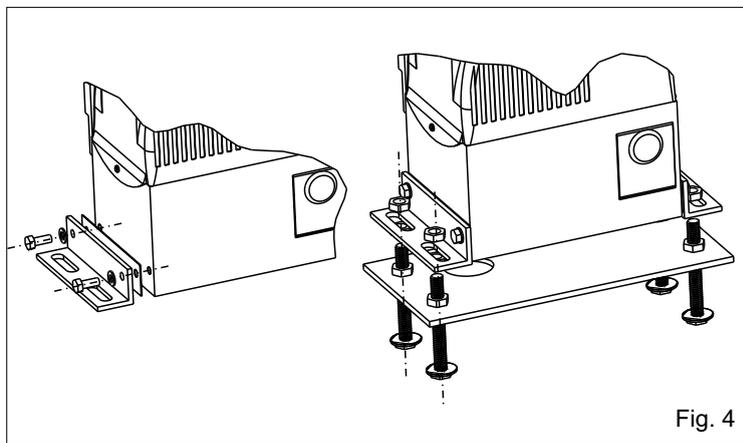

Fig. 4
4.1. Fixer au motoréducteur les cornières de fixage latérales avec les vis fournies (Fig.4).
4.2. Fixer le motoréducteur à la plaque de fondation en réglant la position latérale et son hauteur (Fig. 4 - Fig. 5) en respectant les cotes cités dans Fig. 2.